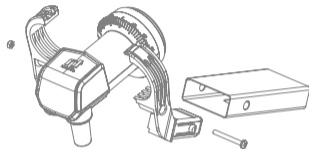

Fig. 1
1. Umieść konwerter w uchwycie antenowym. Zamknij uchwyt i dokręć lekko wkręt obejmowy, tak aby móc obracać konwerterem (Fig. 1).